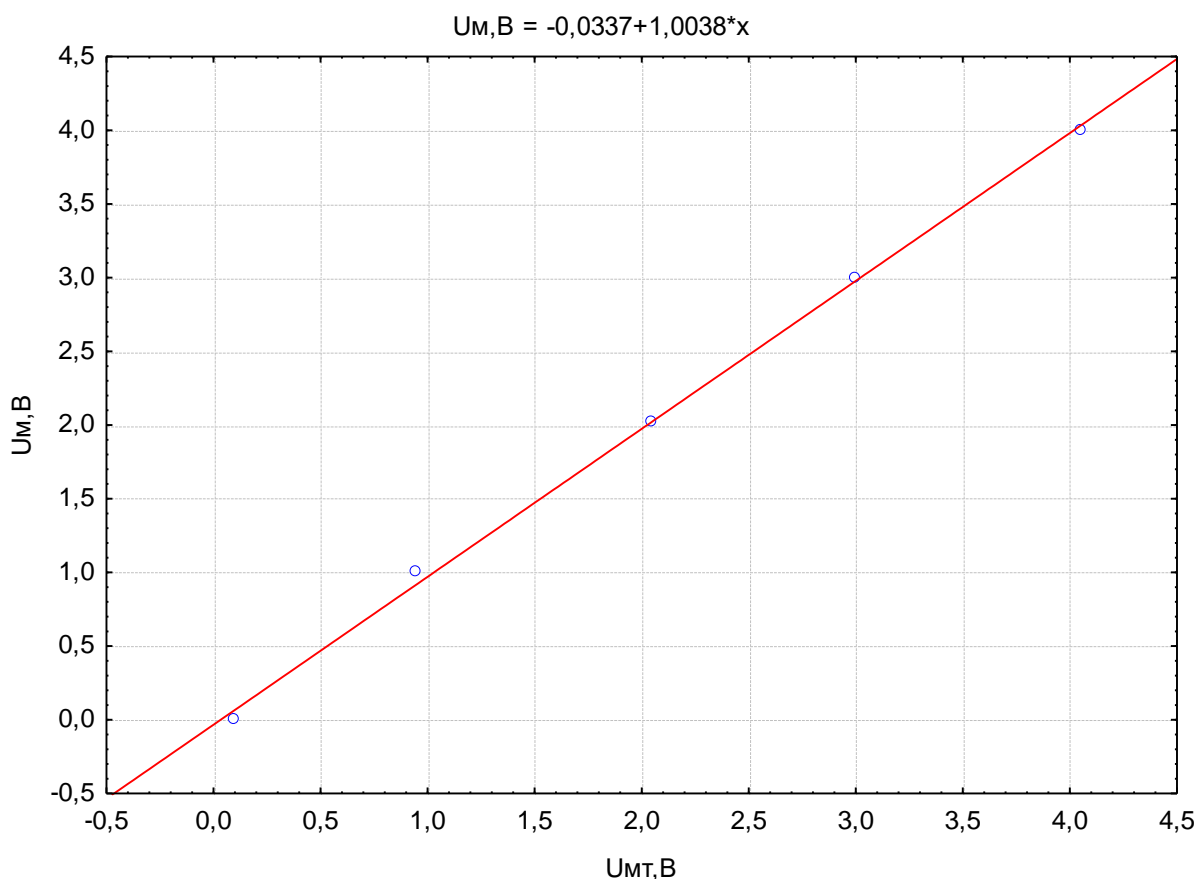

Рис. 1.20. Графік залежності між показами, що отримані за допомогою модуля ADAM (U_M) та інших засобів (U_{MT})
1.3.6.1. За результатами вимірювання (табл. 1.1) розрахувати різницю між показами, що отримані за допомогою модуля ADAM (U_M) та інших засобів (U_{MT}) та побудувати графік залежності між ними (див., наприклад, рис. 1.20).